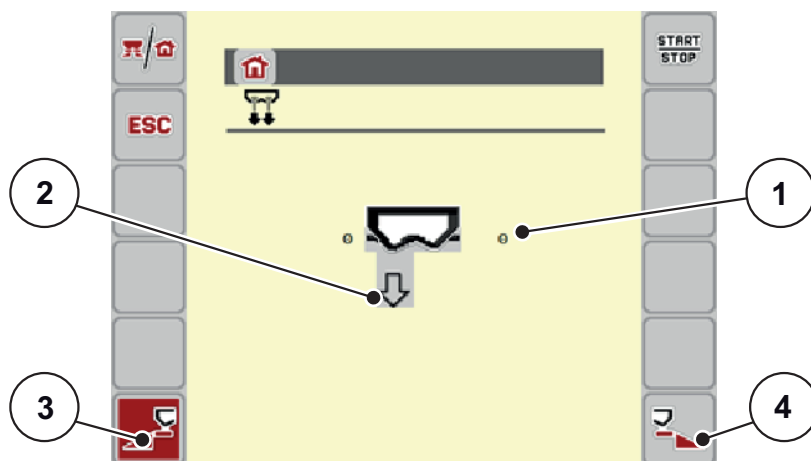

Рисунок 4.14: Меню Быстрая разгрузка
- ▷ На дисплее отобразится выбранная сторона в виде символа (Рис. 4.14, позиция [2]).